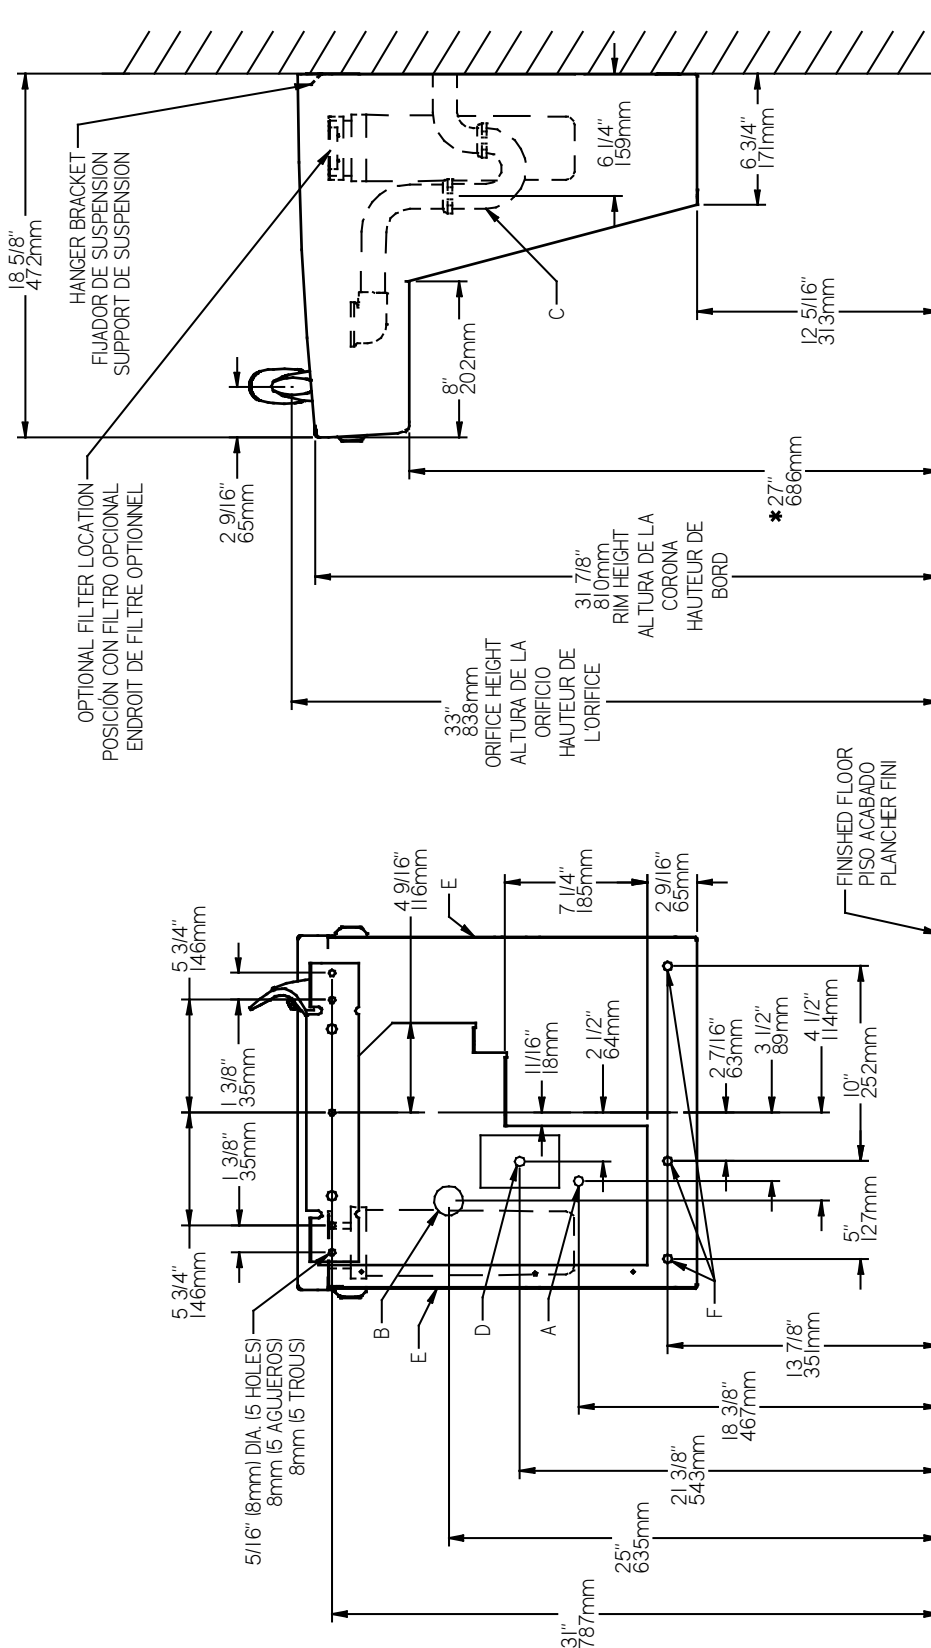

FIG. 2
- 1) Remove hanger bracket fastened to back of cooler by removing one (1) screw.
- 2) Mount the hanger bracket and trap as shown in Figure 2.
- 1) Quite el fijador de suspensión sujetados a la parte posterior del enfriador quitando un (1) tornillo.
- 2) Monte el fijador de suspensión y quite el purgador como se muestra en la Fig. 2.
- 1) Retirez le support de suspension à l'arrière du refroidisseur en enlevant une (1) vis.
2) Installez le support et le siphon tel qu'indiqué à la fig. 2.